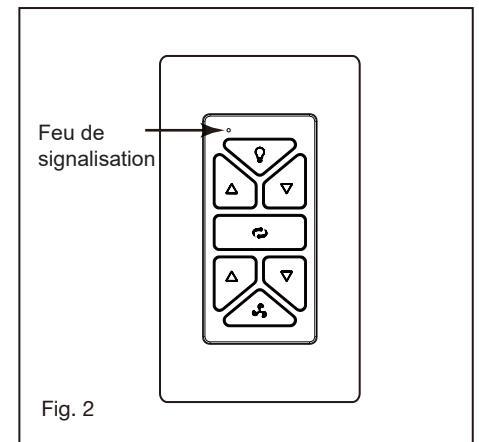

Fig. 2
- 1 Repérez les 9 vis de fixation de la lame. Glissez une lame sur le moteur comme indiqué sur la figure 2, en alignant les trous de la lame avec ceux du bord du moteur.
- 2 Placez le berceau A dans la plaque murale. (Fig. 2)
- 6 Feu de signalisation (Fig. 2)